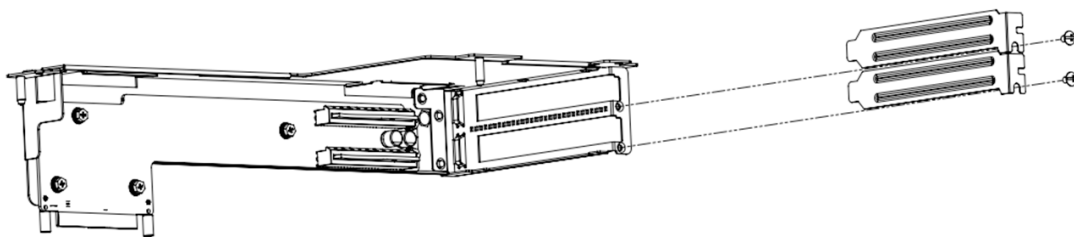

Figure 2.22 Removing the PCIe brackets/ 移除 PCIe 铁件 / 移除 PCIe 鐵件
3. Undo the screw on the side to release the PCIe brackets (See Figure 2.22)
3. 旋开 PCIe 档片侧边螺丝（如图 2.22 所示）